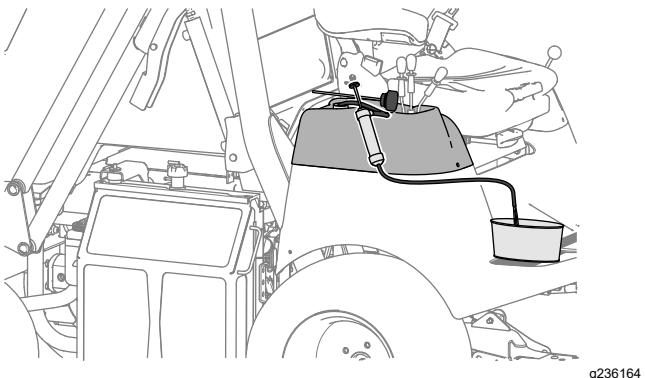

図 101
4. サイホンポンプを使って油圧タンクからオイルを抜き取る図 101。